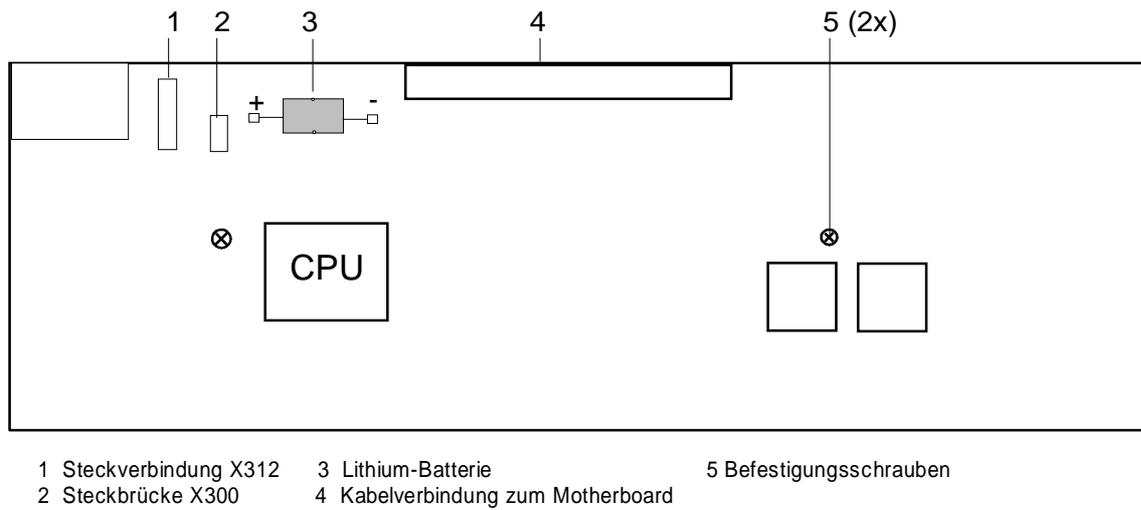

Bild 4-2 Lage der Batterie auf der Rechnerplatte (Bestückungsseite)
Batterie auswechseln Die Lage der Batterie auf der Rechnerplatine ist Bild 4-2 zu entnehmen.
- Steckbrücke X300 (siehe Bild 4-2, Pos. 2) abziehen.
- Kabel an Stecker X312 (siehe Bild 4-2, Pos. 1) abziehen. Die restlichen Kabelverbindungen können gesteckt bleiben.
- 2 Befestigungsschrauben (siehe Bild 4-2, Pos. 5) auf der Rechnerplatine entfernen.
- Rechnerplatine anschrauben (siehe Bild 4-2, Pos. 5), Steckverbindung X312 (siehe Bild 4-2, Pos. 1) herstellen.
Achtung! Beim Fixieren und Einlöten der Batterie die Polung beachten (s. Bild 4-2, und Markierung auf der Leiterplatte).
- Steckbrücke X300 (siehe Bild 4-2, Pos. 2) aufstecken.